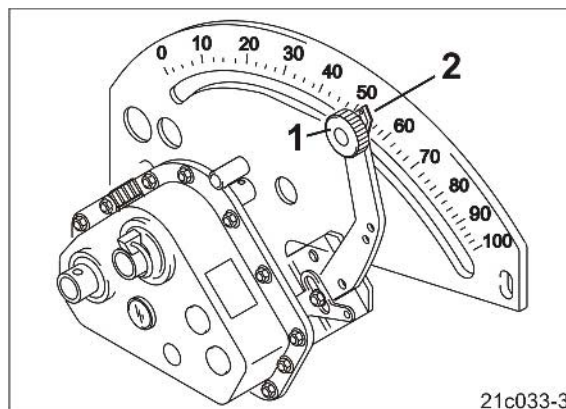

Fig. 144
9. Frigør stopknappen (Fig. 144/1).
11. Indstil geararmens viser (Fig. 144/2) **nedefra** til gearindstillingsværdien.